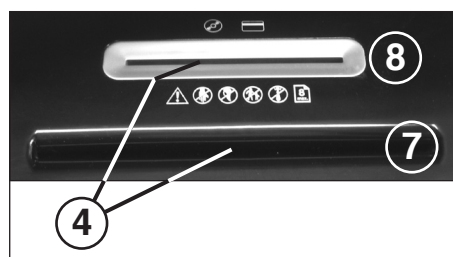

Fig. 2
- 4 = Lysskranke (fremad) (afb. 2)**
- 7 = Papirtilførsel (fig. 2)**
- 8 = Sikkerheds-tilførsel (fig. 2)**
**Papir** føres ind til skæreenheden gennem papirtilførslen (7) (afb. 2).
**Datamedier** (CD, DVD eller kredittkort) føres ind til skæreenheden gennem den særskilte sikkerheds-tilførsel (8) (afb. 2). Maskinen skifter automatisk til kørsel fremad, trækker materialet ind og slukker automatisk efter makuleringen.